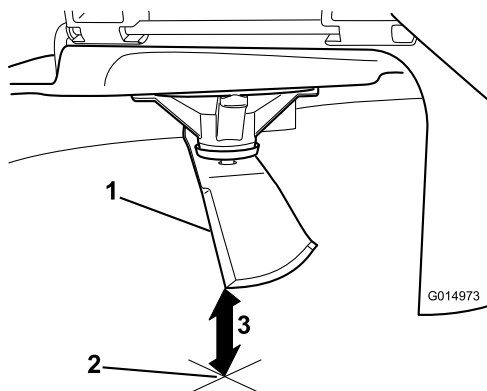

Figura 75
3. Măsurați de la vârful lamei până la suprafața plană (Figura 75).